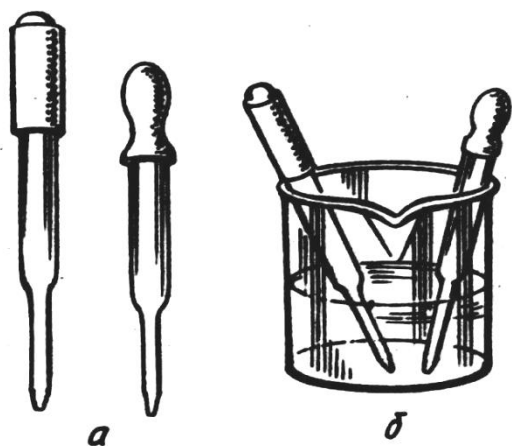

Рис.6. Капілярні піпетки (а) та їх зберігання в стакані (б)
*Капілярні піпетки* – це скляні трубки довжиною 8-12 см, нижній кінець яких відтягнутий в капіляр. На верхній кінець трубки одягають гумовий ковпачок, або гумову трубку, щільно закриту скляною кулькою або шматочком оплавленої палички (рис.6. а). Натискуванням на гумовий ковпачок піпетку заповнюють розчином. Капілярними піпетками відбирають аліквоту досліджуваного розчину з пробірки при виконанні контрольних задач. Після роботи з кожним розчином піпетку промивають 2-3 рази дистильованою водою. Чисту піпетку не можна тримати просто на столі, її потрібно занурити в стакан з дистильованою водою, або помістити в спеціальному *штативі для піпеток* (рис.6, б, в).